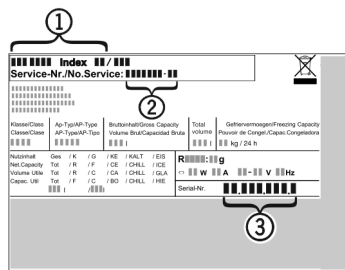

Fig. 15
- ▶ A készülék megnevezését Fig. 15 (1), a szerviz- Fig. 15 (2) és sorozatszámot Fig. 15 (3) a típus tábláról olvassa le. A típus tábla a készülék belsejében baloldalon található.
- ▶ Értse a vevőszolgálatot a hibáról, és adja meg nekik a készülék megnevezését Fig. 15 (1), a szerviz- Fig. 15 (2) és a sorozatszámot Fig. 15 (3).